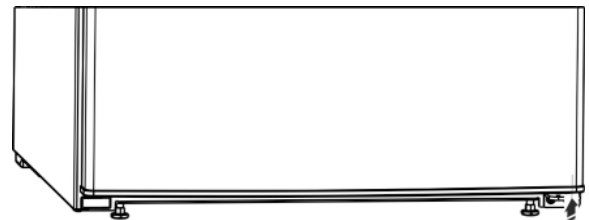

Fig. 7
- ▶ Das Distanzteil Fig. 7 (13) wieder rechts unten in die Tür einsetzen, weil es wichtig für die Standfestigkeit des Geräts ist.